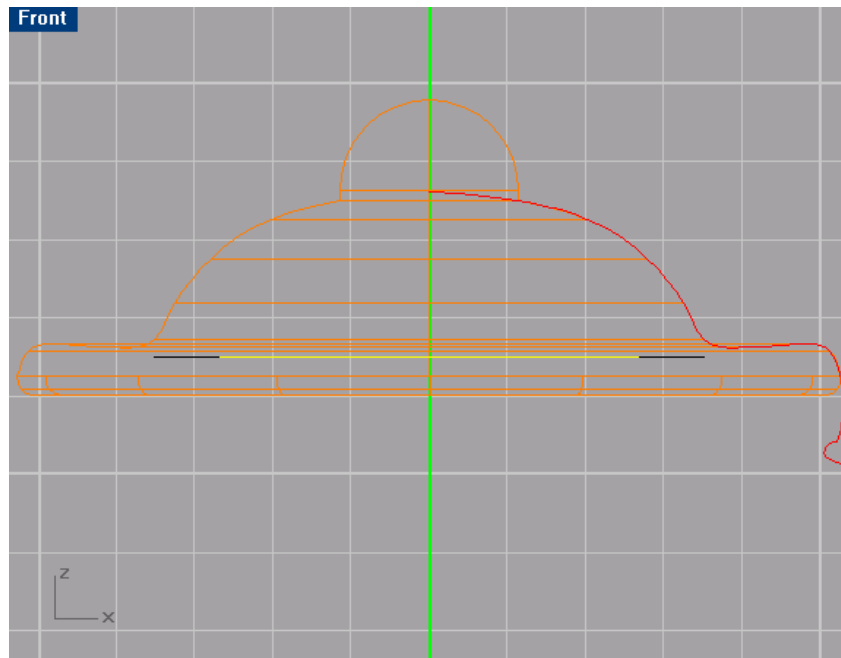

图 1-2-15
step8:接下去我们要完成茶盖的制作，用鼠标右键点击图标  Show Objects，显示茶盖，用同样的方法隐藏茶身，以方便我们制作。用画圆工具在 top 视图中以坐标原点画一圆，复制该曲线，用缩放工具进行缩放，并移动两曲线如图 1-2-15 所示：